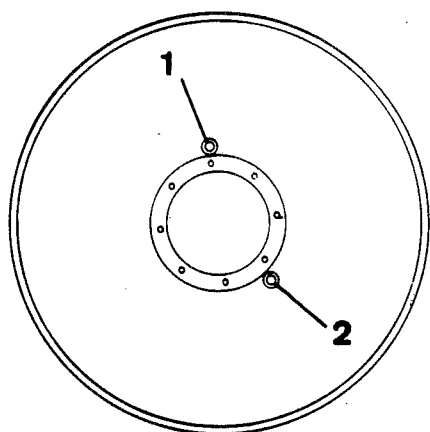

Fig. 29 Posizione del tamburo
- 1 Fermare il rullo in modo che il tappo di scarico (1) sia in basso.
- 3 Spostare la macchina in modo che il tappo (1) sia in alto.
- 4 Rifornire con olio tipo D secondo lubrificanti, vedere pag. 1, fino a metà circa del vetro di ispezione. Vedere fig. 29.